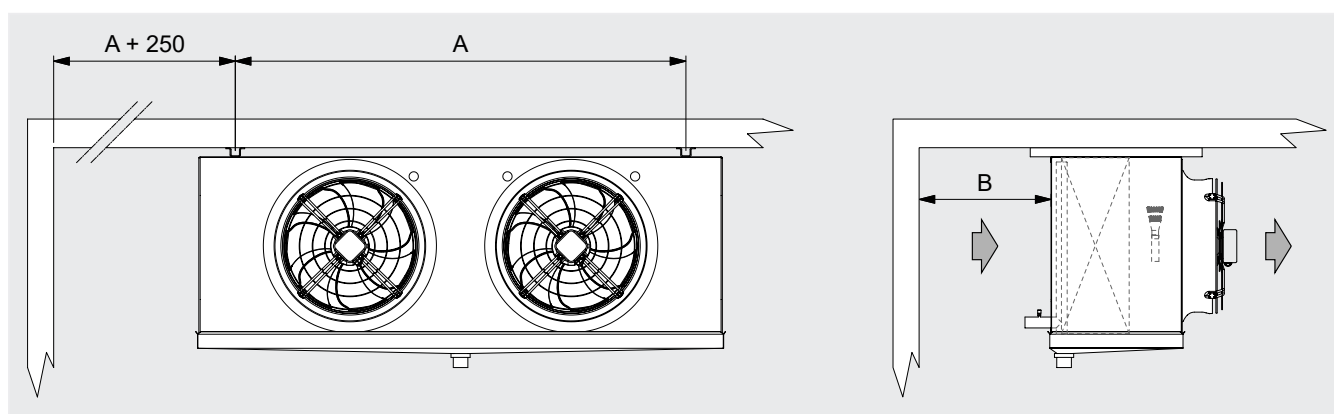

Figure 5
- 6.9 Veillez à ce que le volume libre soit suffisant (environ 30 % du volume interne de la cellule) pour une bonne circulation de l'air d'admission et d'échappement. Respectez la distance minimale pour retirer et insérer les éléments chauffants. Respectez la distance minimale par rapport au mur. Voir la Figure 5, dimensions en mm.